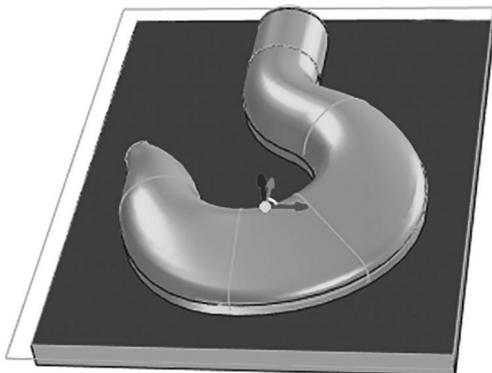

图 1-1-9 矩形平台颜色
(3) 单击设计元素库右下角的扩展按钮，在打开的扩展菜单中选择“颜色”命令，打开颜色元素库，选择红色并拖动至矩形平台，即可完成颜色的变化，如图 1-1-9 所示。